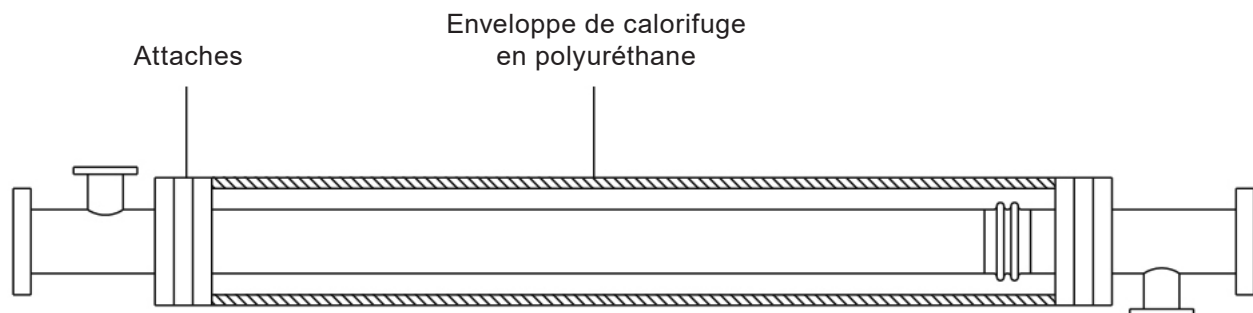

Fig. 11
4.10 Afin de protéger le soufflet de dilatation des dommages externes et pour réduire les pertes thermiques, il est recommandé d'utiliser une enveloppe isolante en polyuréthane comme montré sur la Fig. 11.